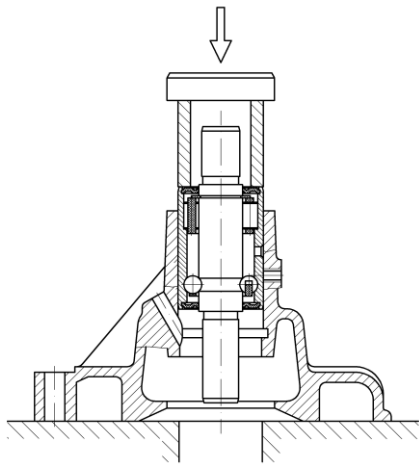

Рис.64. Запрессовка подшипника с валиком
- с помощью оправки запрессовать подшипник с валиком в сборе в корпус так, чтобы гнездо под фиксатор на обойме подшипника совпало с отверстием в корпусе насоса (рис.64);